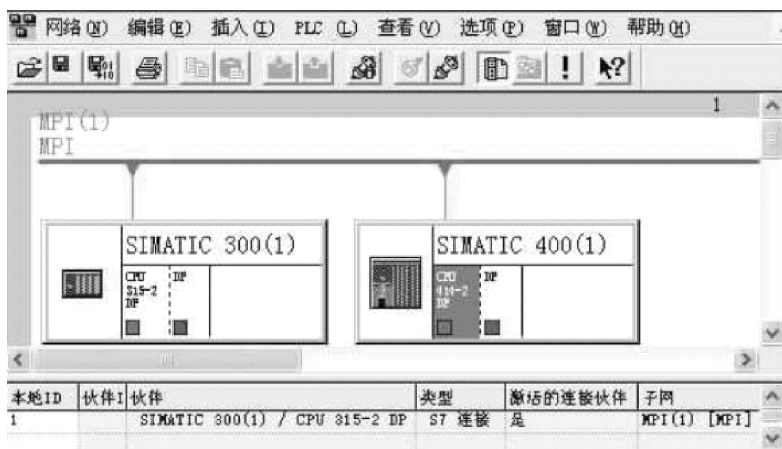

图 7-32 编译保存组态连接
7) 在 MPI (1) 界面里单击“”，编译并保存当前新建的连接参数。这样 MPI 网络组态参数全部设置完毕，如图 7-32 所示。